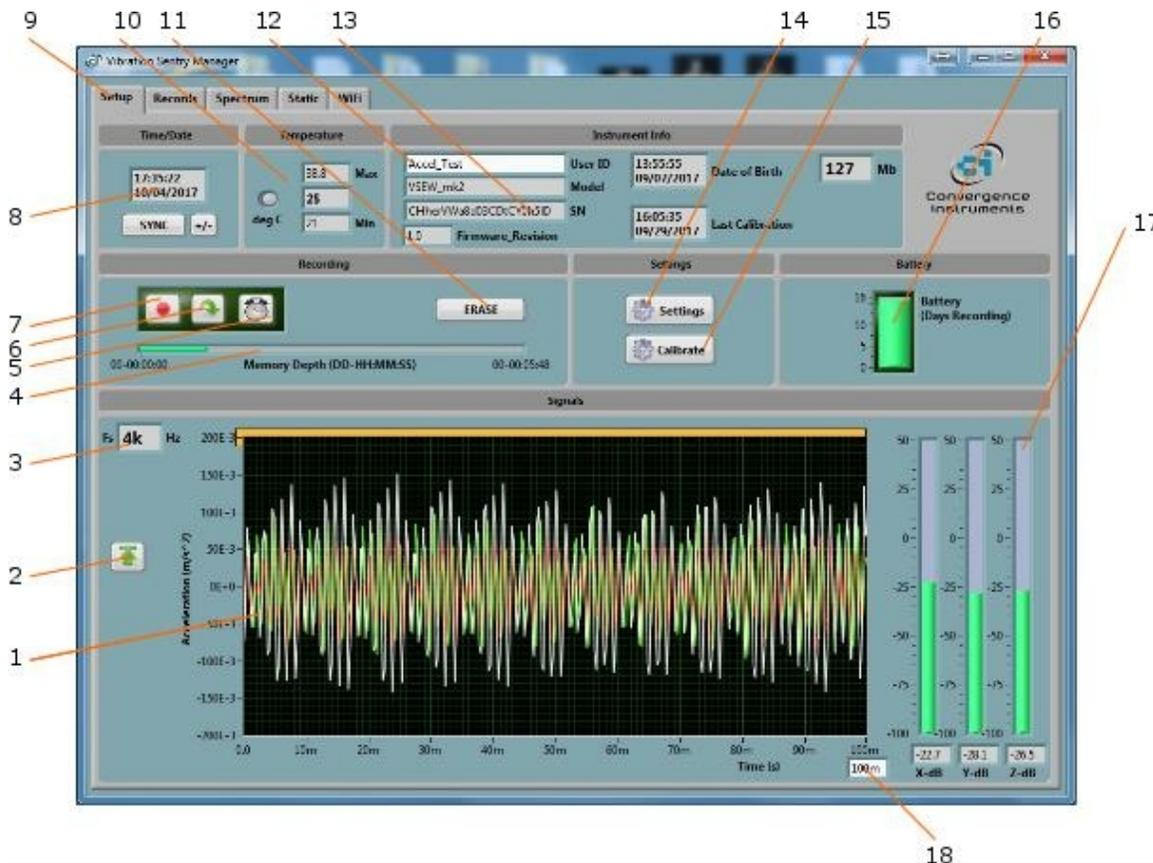

Figura 10 Ficha Configuración
4. Aparece el panel frontal descrito en la Figura 10 y la aplicación intenta conectarse al instrumento. Si no encuentra el instrumento, indica *No Device Found*. En este caso, consulte la sección Solución de problemas.
- **Pestaña Configuración:** Se utiliza para configurar el instrumento y monitorizar la señal en tiempo real (ver Figura 10).
La pestaña de configuración se muestra en la Figura 10. Está dividida en siete campos.